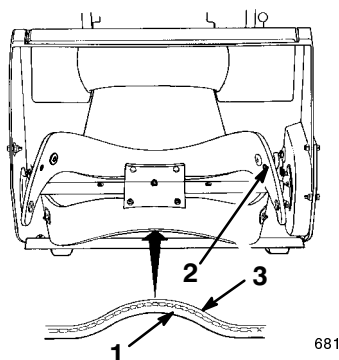

Figure 24
1. Examinez le bord de la pale neuve pour détecter la différence d'épaisseur (Fig. 24). Certaines pales portent un numéro de référence du côté épais.
Montez les pales en dirigeant la couche épaisse vers **l'intérieur** de la courbe (Fig. 24). Si elles ne sont pas montées correctement, les pales risquent d'être déséquilibrées, ce qui fait "sauter" ou "rebondir" la déneigeuse.
3. Fixez la pale aux moitiés de la turbine avec deux vis à tête hexagonale, deux entretoises et deux contre-écrous, en plaçant les têtes des vis du côté épais de la lame (Fig. 24).
4. Courbez la pale et fixez-la avec les vis Torx et contre-écrous restants, en plaçant la tête des vis sur le côté épais de la pale (Fig. 24).